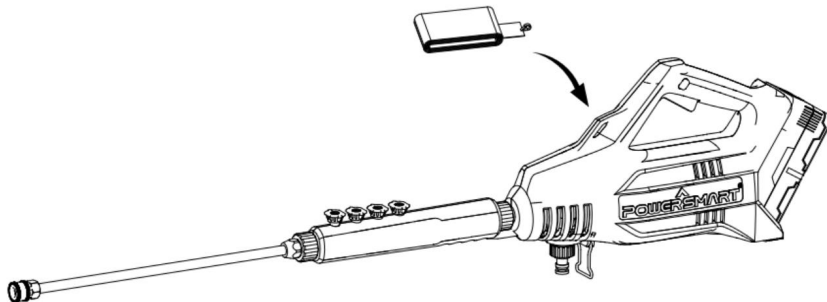

Fig.6
1. Instale las correas como se muestra en la Fig.6.